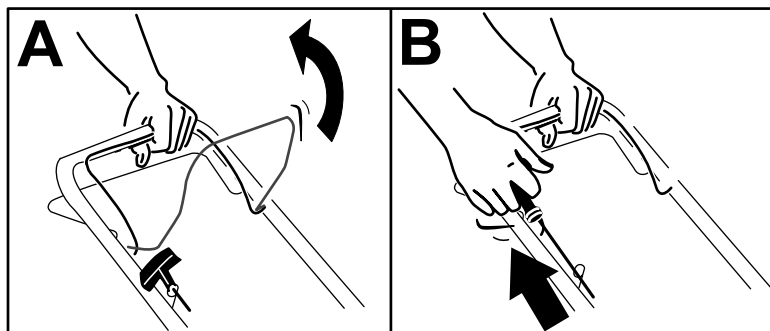

Figura 11
1. Tire de la barra de control de la cuchilla hacia el manillar, y sujétela en esa posición (Figura 11, A).
2. Tire suavemente del arrancador de retroceso (Figura 11, B) hasta que note resistencia, luego tire con fuerza y deje que vuelva lentamente a la guía de cuerda del manillar.